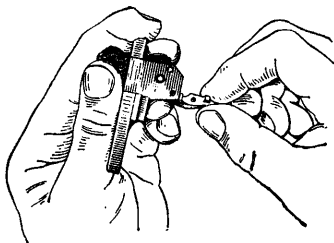

Рис. 88. Как вставить шептало
**вставить шептало с осью:** удерживая колодку в левой руке, большим пальцем левой руки несколько отвести головку курка назад, правой — вложить шептало так, чтобы пружина его верхним концом поместилась в соответствующем гнезде колодки (рис. 88); вставить ось шептала;